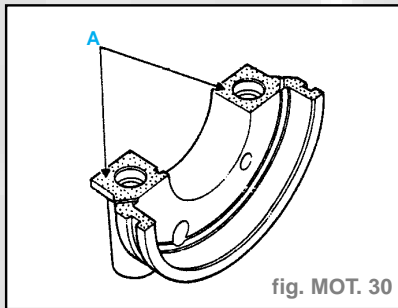

fig. MOT. 30
Nota. - Ne pas oublier d'appliquer une fine couche de **Rhodorseal 5661** sur le palier n° 1 zone (A) (fig. MOT. 30).